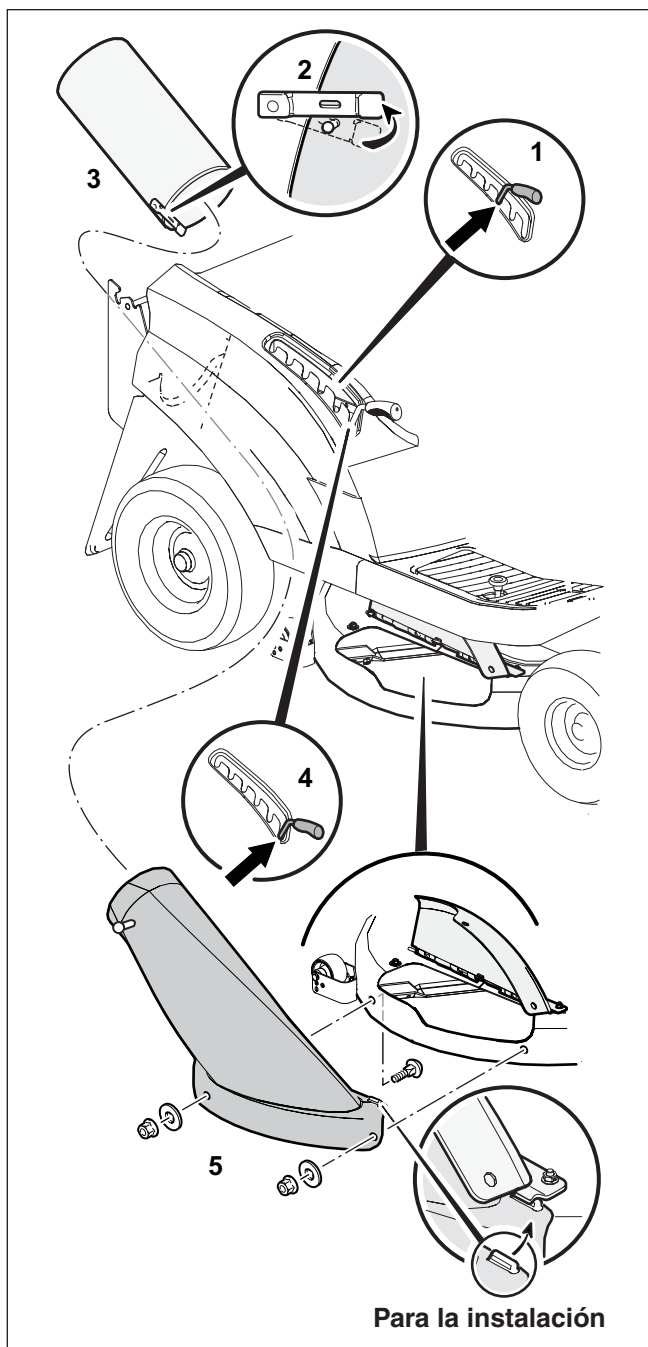

Figura 10
1. Siga los pasos que se muestran en la **Figura 10** para eliminar el conducto de descarga trasero y la extensión del conducto.